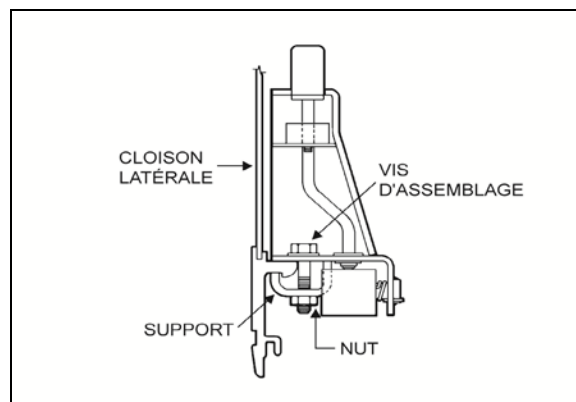
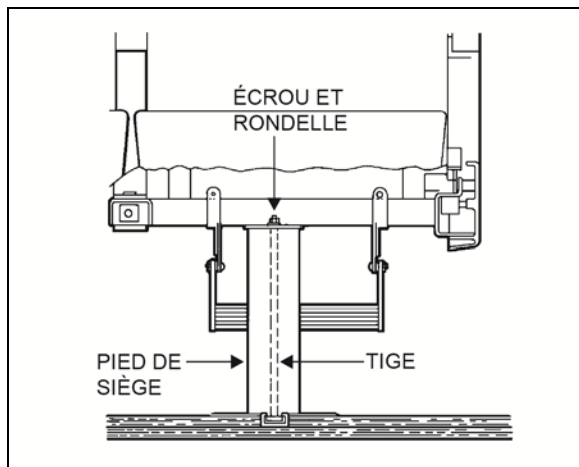

FIGURE 27: FIXATION AU MUR
FIGURE 28: SOCLE DE SIÈGE
4. Retirer les deux vis d'assemblage, les deux écrous et les deux rondelles qui fixent le châssis de siège au mur et retenir les deux supports. Voir les Figure 27 et Figure 28.